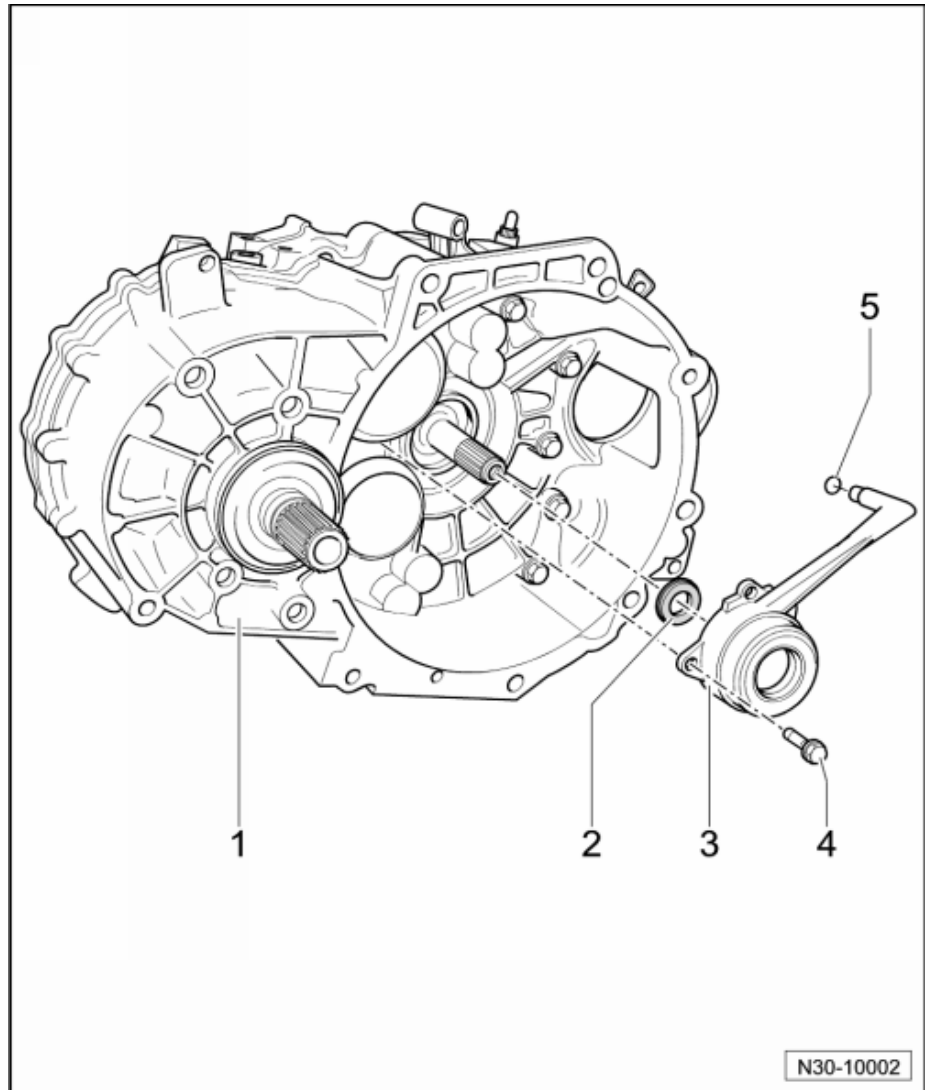

Abb. 1: Nehmerzylinder mit geteilter Zuleitung
- ☐ bei einigen Nehmerzylindern geteilte Zuleitung ⇒ Abb. 1 in **30-2** Seite 1